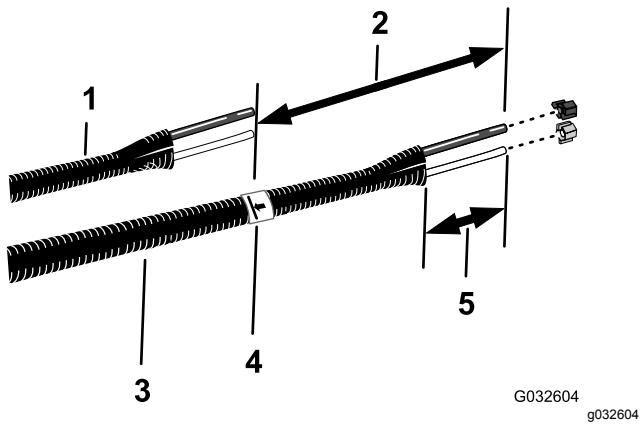

Bild 27
6. Fluchten Sie die alten Flüssigkeits- und Luftschläuche (Bild 27) mit den neuen Schläuchen (Toro Bestellnummer 114-9553) aus.
8. Markieren Sie auf den neuen Schläuchen eine Länge von 26 cm von der Markierung, die Sie in Schritt 7 hinzugefügt haben, und schneiden Sie die Schläuche an der zweiten (längeren) Markierung ab (Bild 27).
10. Entfernen Sie 77 mm bis 102 mm des Mantels um jedes Ende der Schläuche (Bild 27).